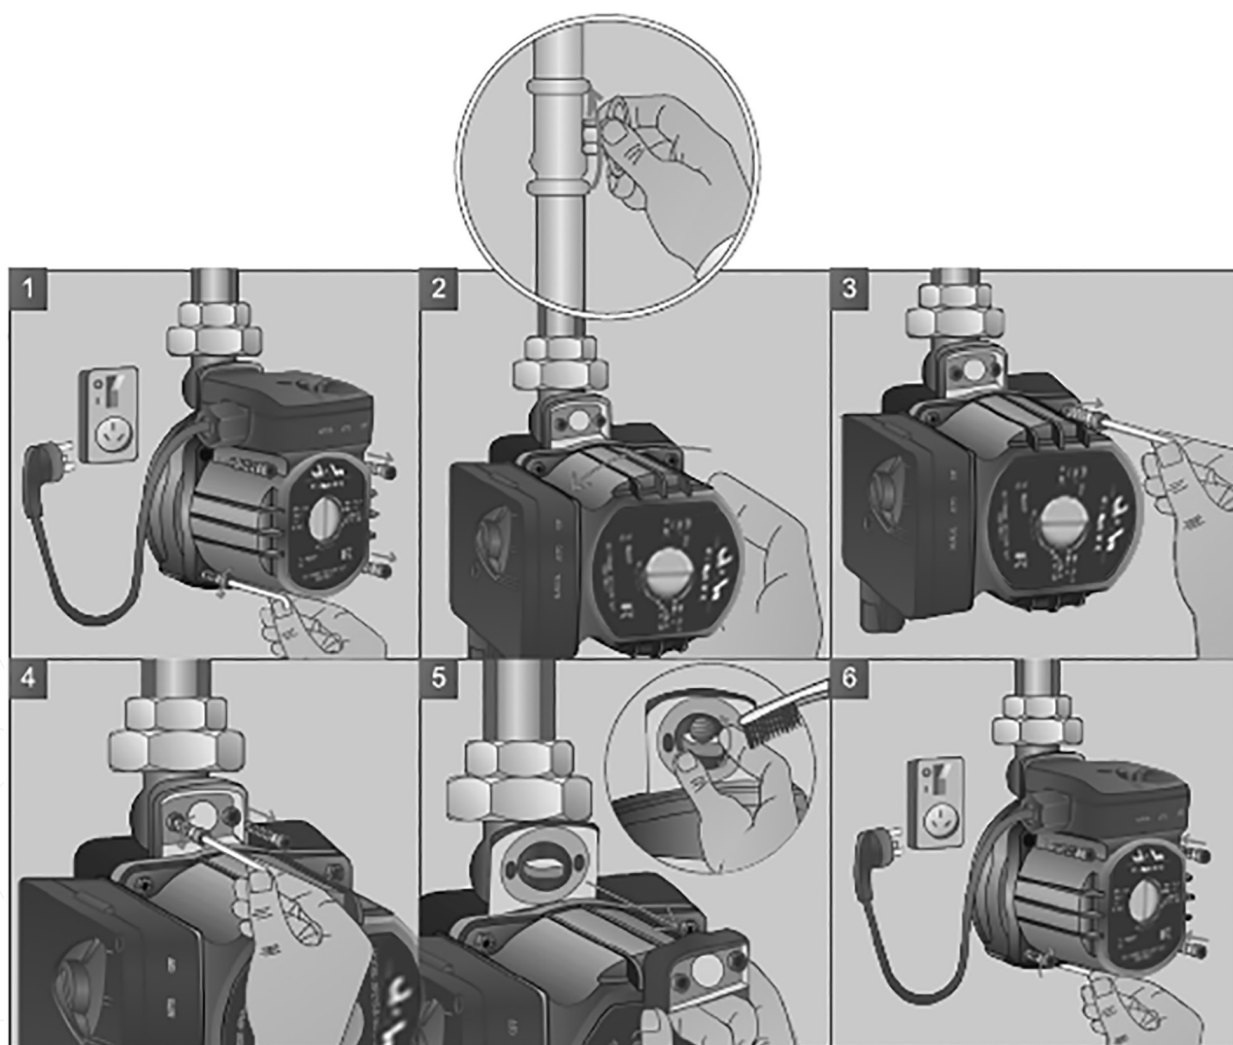

Рис.6. После технического обслуживания удалите воздух из насоса, следуя указаниям раздела 8.
**Обслуживание реле протока осуществлять в соответствии с рис. 6:**